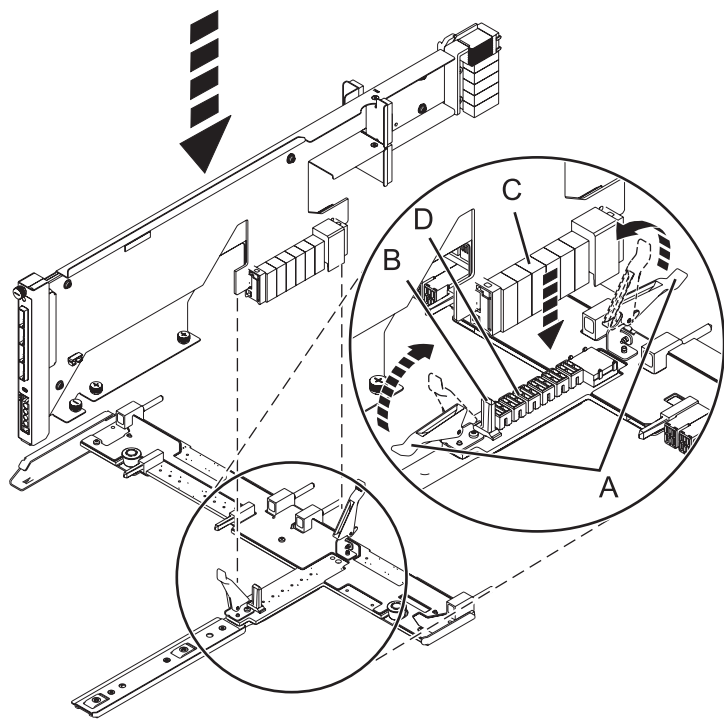

Figura 87. Instal·lació de la targeta de conducte SAS a la placa mitja
- a. Poseu el connector de la targeta (C) a la connexió de la placa mitja (D) utilitzant la guia (B) per garantir una bona connexió.
- b. Aixequeu la nansa (A) per col·locar i fixar la targeta de conducte SAS a la placa mitja com es mostra a la Figura 87 a la pàgina 131.